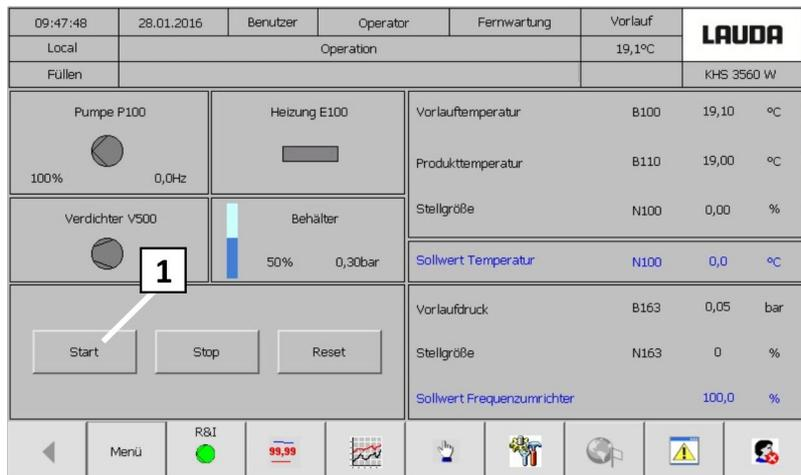

Fig. 36: Pantalla Funcionamiento
**29.** Pulsar la tecla INICIAR(Fig. 36 [1]): Se activa la bomba P100, la calefacción o el enfriamiento se activarán según la correspondiente especificación del valor nominal